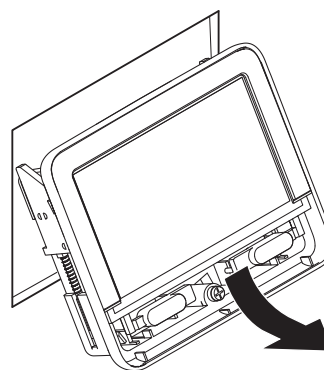

Fig. 5
- Tire con cuidado del panel unos 20 cm hacia delante para sacarlo de la abertura de instalación (Fig. 5).